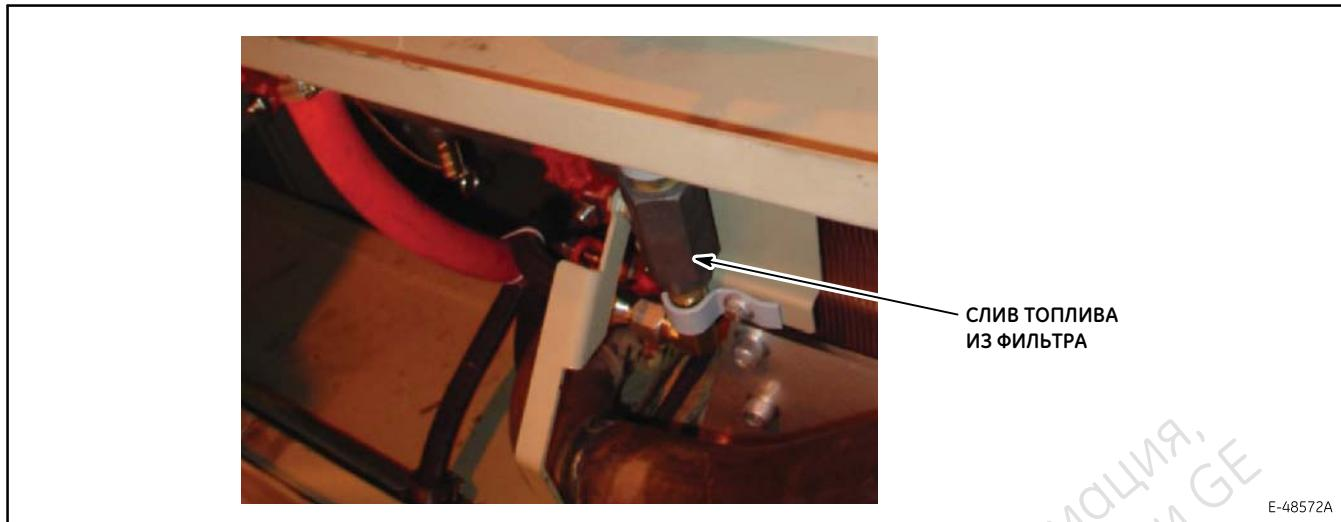
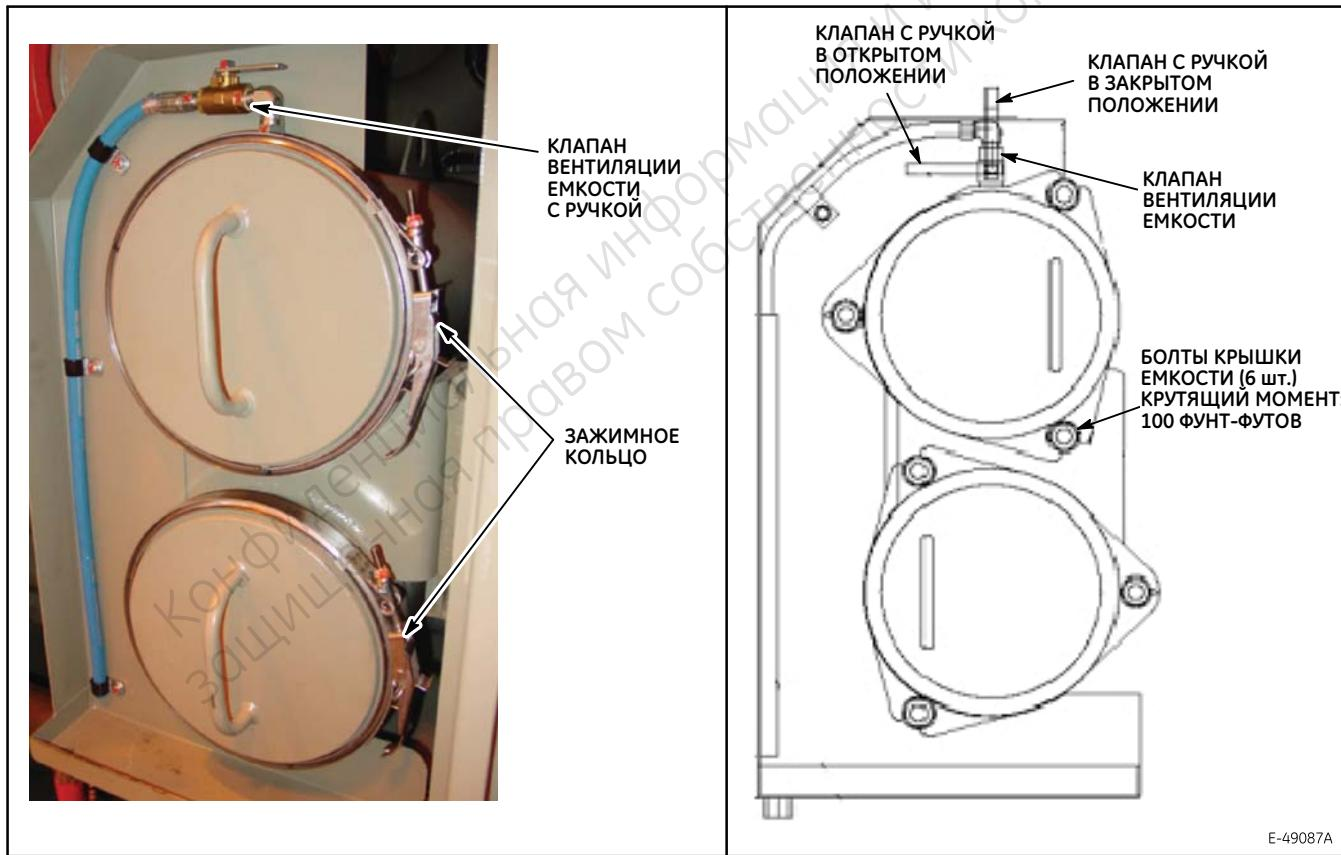

Figure 14. Сливной кран корпусов топливных фильтров.
Figure 15. Варианты конструкции корпусов топливных фильтров локомотивов серии Evolution.
3. Слейте топливо из корпусов фильтров через сливной кран (Figure 14). Подождите, пока топливо не стечет из фильтров полностью. Откройте вентиляционный кран (Figure 15) для поступления воздуха в топливные фильтры; в этом случае топливо сливается быстрее.
4. Снимите стяжной хомут, или отверните гайки крепления крышек топливных фильтров (Figure 15). С усилием потяните крышку топливного фильтра на себя за ручку: за время работы прокладка крышки прилипает к корпусу. Остатки топлива, пролившегося из-под крышки (мимо подставленного поддона), необходимо убрать ветошью.
10. Перед заполнением топливной систем проследите, чтобы сливной кран ( Figure 14 ) был полностью закрыт.
13. Чтобы ускорить заполнение топливной системы дизеля, откройте вентиляционный кран ( Figure 15 ) для выпуска воздуха из топливных фильтров. Проследите, чтобы вентиляционный кран после заполнения топливной системы был закрыт.